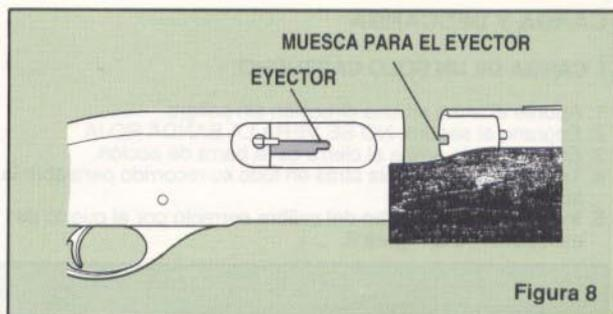

Figura 8
7. Alinee la muesca para el eyector ubicada en el extremo posterior del cañón con el eyector en el cajón de mecanismos. Vea la Figura 8.